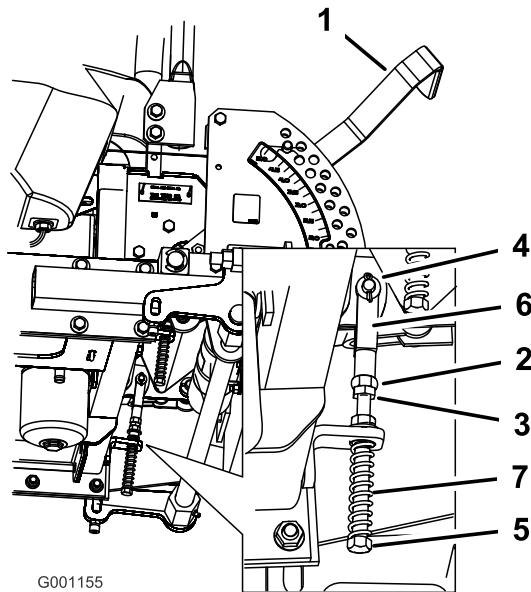

Figure 94
8. Si un réglage s'impose, desserrez l'écrou et l'écrou de blocage vissés contre la chape (Figure 94).
9. Tout en appliquant une légère pression à l'arrière du levier, tournez la tête du boulon de réglage dans le sens voulu pour centrer le levier à la position de VERROUILLAGE AU POINT MORT (Figure 94).
10. Serrez l'écrou et l'écrou de blocage (Figure 94).